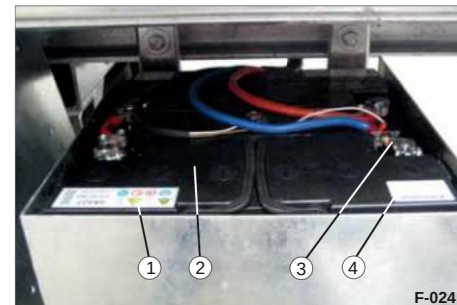

Abb. 45 Batteriskabe ge'ffnet
- ÿ Kontroller batteriets ladning regelmæssigt (fig. 45/2).
- Bemærk fremstillingsdatoen (fig. 45/4) af batterierne.